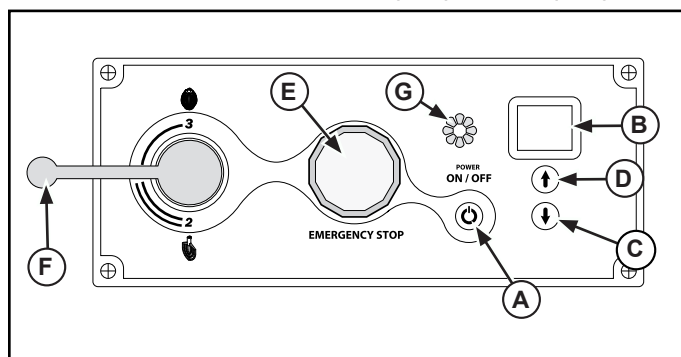

Figure 6. Panneau de commande mélangeurs 20 qt (22 l) et 30 qt (33 l).
2. Sélectionnez la vitesse opératoire en fonction des ingrédients. Utilisez la manette de sélection de vitesse (F) pour régler la vitesse (Figure 6).